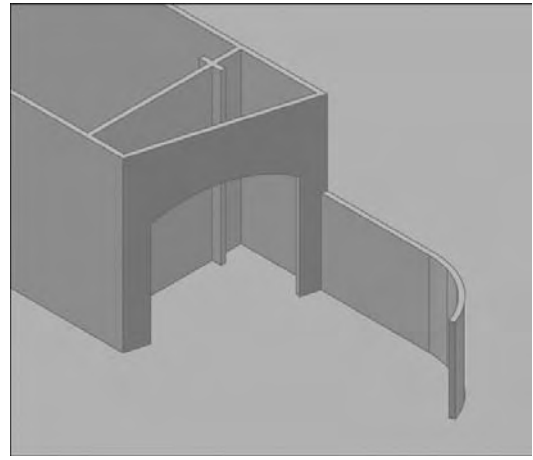

Fig.20.12
- 2 Extrudez la polyligne et effectuez une soustraction booléenne entre le mur arrière et le solide que vous venez de créer (fig.20.12).